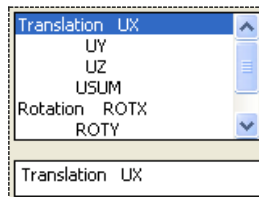

Рисунок 62. Правый список с меткой *Item, Comp*
- В правом списке необходимо выбрать характерное направление для выбранного выше параметра (Рисунок 62):